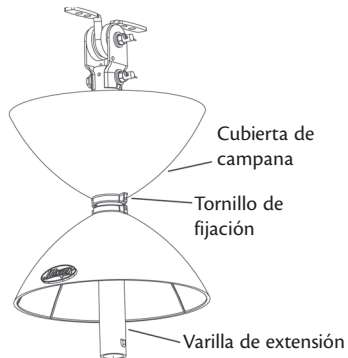

Figura 3a
1. Deslice la cubierta de la campana sin el logotipo de Hunter en la varilla de extensión como se muestra en la Figura 3a. La campana debe cubrir los componentes suspendidos. Usando un destornillador plano pequeño, asegure la campana a la varilla de extensión apretando los dos tornillos de fijación en el cuello de la campana.